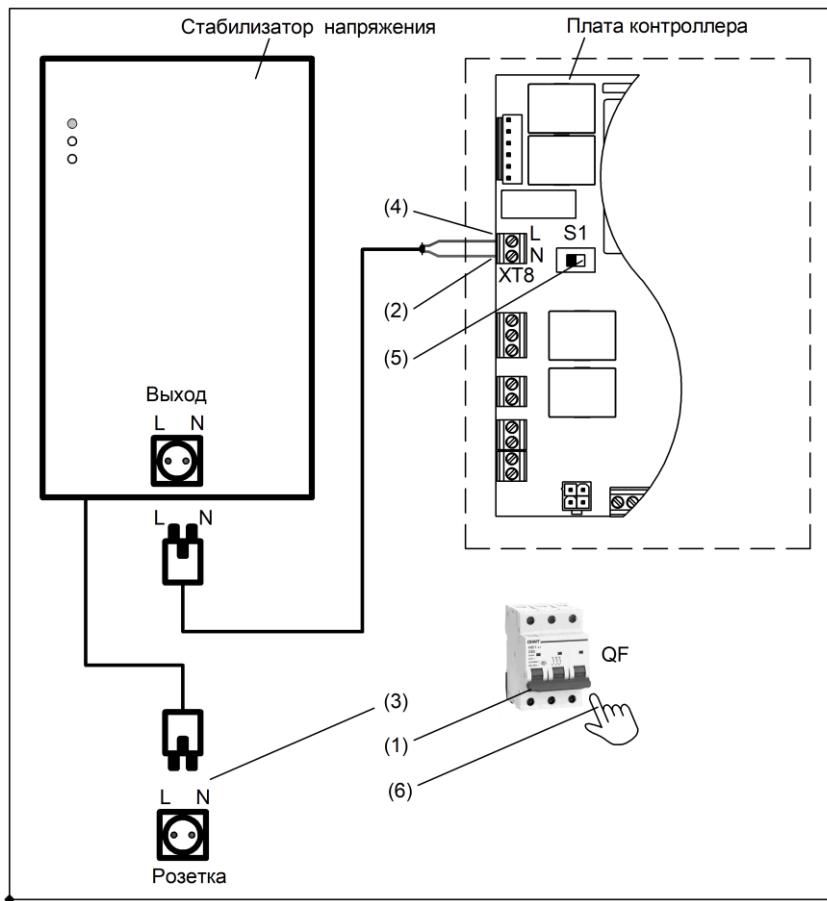

Рисунок 28. Схема подключения стабилизатора напряжения
- Порядок подключения стабилизатора напряжения (см. рис. 28).
- (1) Отключить автоматический выключатель **QF**.
- (2) Подсоединить кабель от выхода стабилизатора к колодке **ХТ8** платы контроллера, строго соблюдая полярность.
- (3) Подключить стабилизатор к сети.
- (4) Убедиться в наличии фазы на верхнем контакте колодки **ХТ8** платы контроллера.
- (5) Перевести переключатель **S1** из правого положения в левое положение.
- (6) Включить автоматический выключатель **QF**.